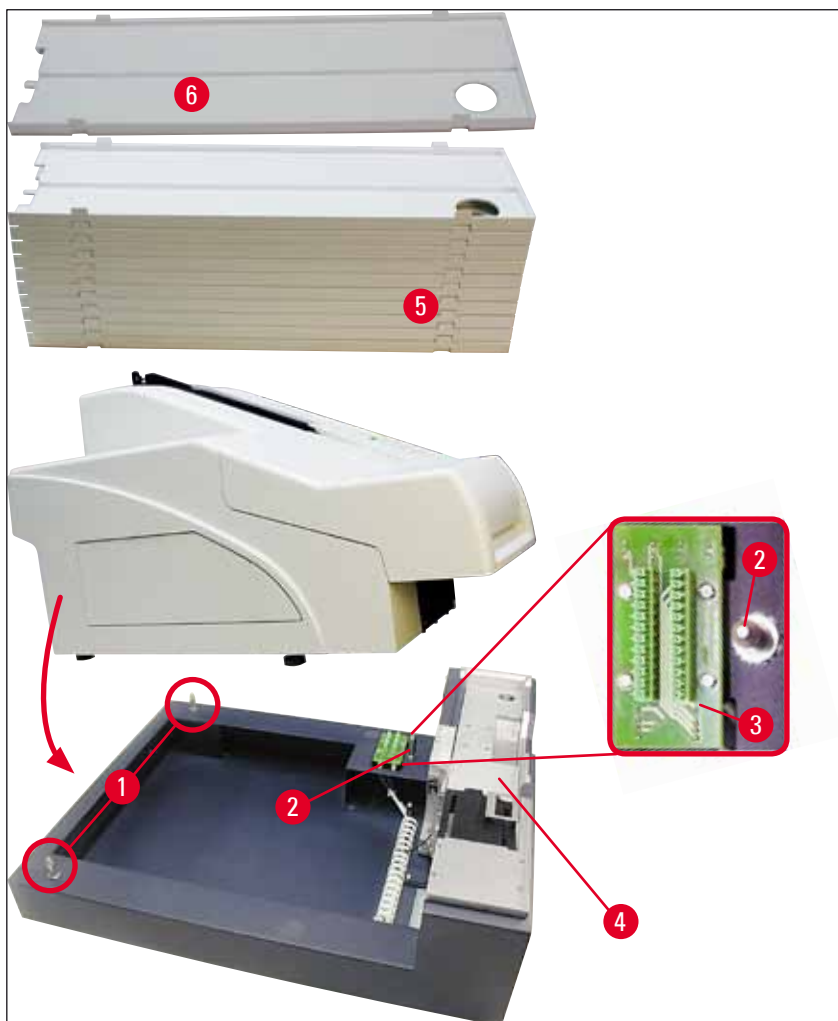

Fig. 15
3. Håll i båda sidor av skrivaren (höger och vänster) och placera den så att de båda bakre bultarna (→ "Fig. 15-1") passas in i fundamentet först, enligt vad som visas i (→ "Fig. 15").